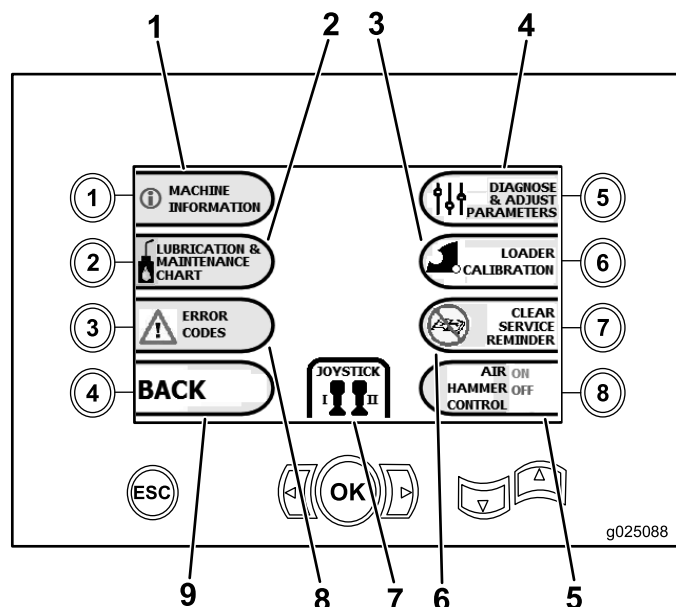

Рисунок 22
- Кнопка 1 – возврат на Страница информации по машине \(страница 30\), как показано в Рисунок 22
- Кнопка 2 – схема проведения смазки и технического обслуживания (Рисунок 22)
- Кнопка 3 – считывание кодов ошибок (Рисунок 22)
- Кнопка 4 – возврат на Страница выбора основных параметров \(страница 34\), как показано в Рисунок 22
- Кнопка 5 – диагностика и регулировка параметров (Рисунок 22)
- Кнопка 6 – настройка калибровки загрузчика (Рисунок 22)
- Кнопка 7 – очистка напоминания о техническом обслуживании (Рисунок 22)
- Кнопка 8 – управление пневматическим молотом (Рисунок 22)
- Кнопка ОК – возврат на Страница выбора управления \(страница 29\), как показано в Рисунок 22